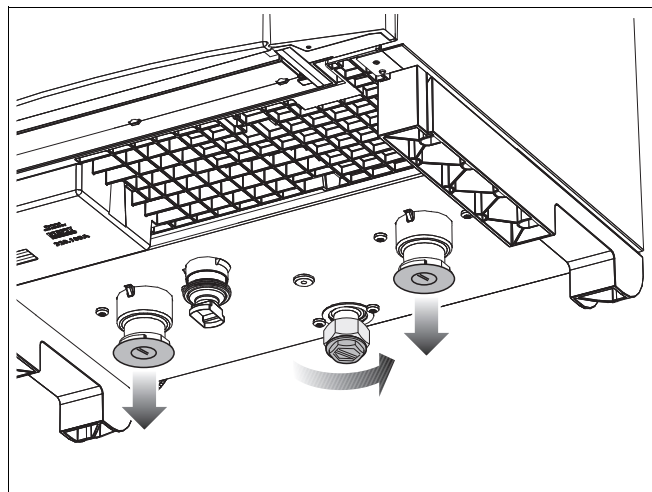

Fig. 11 Fjernelse af beskyttelseshætter
- Fjern beskyttelseshætterne på undersiden af kedlen (fig. 11).